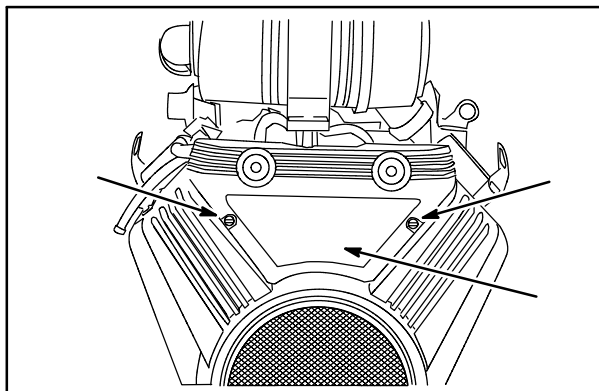

Fig. 26
1. Use uma moeda ou uma chave de fenda para girar os prendedores de painel (1) Easy Clean Access™, Fig. 26, no SENTIDO ANTI- HORÁRIO até ouvir um CLIQUE (aprox. 3/4 de volta).
2. Remova o painel (2).